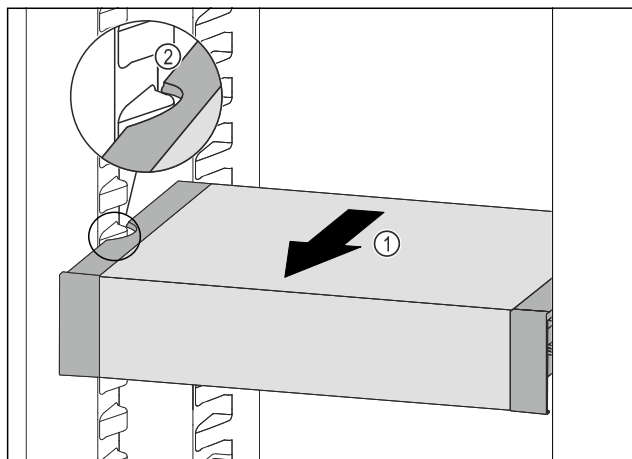

Fig. 142
- ▶ VarioSafe pociągnąć w przód Fig. 142 (1), aż boczne wycięcia szuflady VarioSafe będą się znajdować na wysokości zębów pojemnika w chłodziarce. Fig. 142 (2)